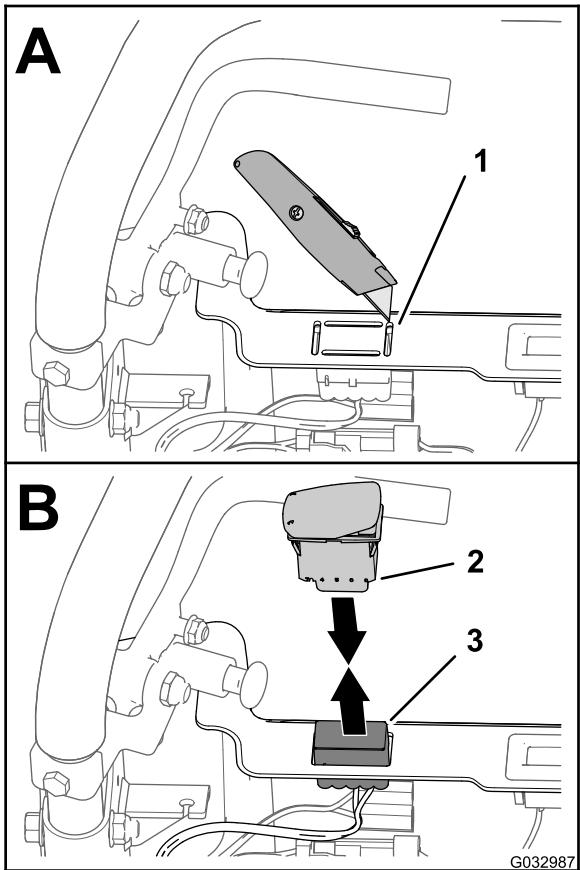

图15
- 拔出控制台左上区域的可拔出栓塞（A 图15）。
- 通过控制面板的开口，从灯组件和小时表线束套件中拉出线束的 10 插槽接头（图15）。
- 将 2 位摇臂开关的 10 针接头接入灯组件和小时表套件的 10 插槽接头（图15）。